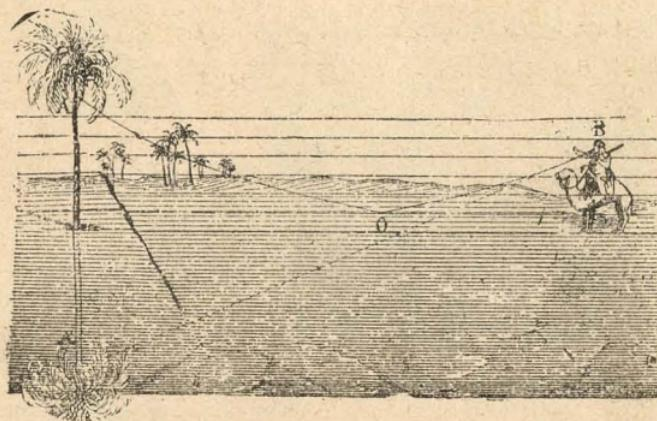

Fig. 127.—Espejismo.
5. **Espejismo.**—El espejismo es un caso de reflexión total. Un rayo como  $AO$  (fig. 127) atravesando, á medida que se acerca al suelo, capas de aire cada vez más calientes y, por lo tanto, menos refringentes, acaba por reflejarse totalmente y subir según  $OB$ . Un observador  $B$  verá la imagen de  $A$  en  $A'$ , es decir, como si  $A$  se reflejara en una superficie líquida.